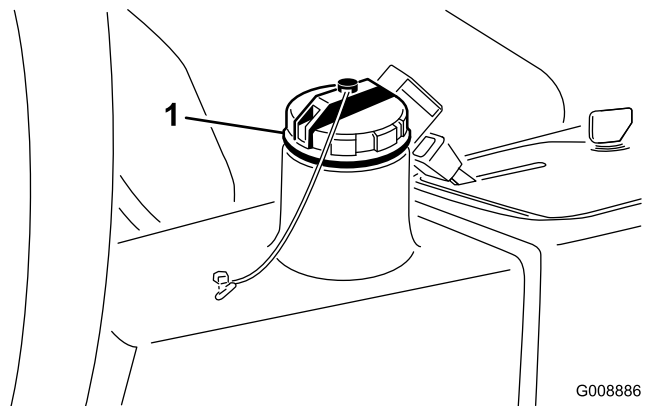

**Рисунок 81**
2. Отсоедините большой гидравлический шланг (Рисунок 81) от бака и дайте гидравлической жидкости стечь в сливной поддон.